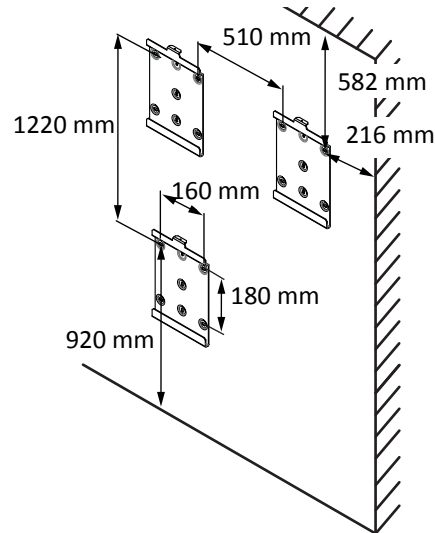

Fig. 8: Vägghmontering
- Minimaavstånd vid monteringen: [Se bild 8] ▶ Sida 240]